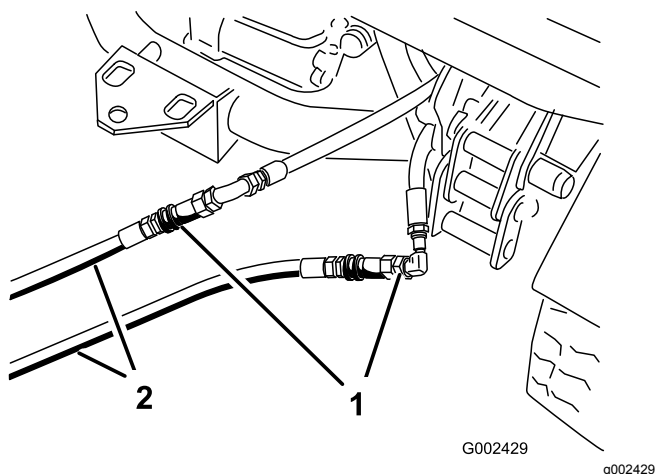

Figura 70
- Na máquina parada, ligue as duas mangueiras de ligação às mangueiras que foram desligadas (Figura 70).